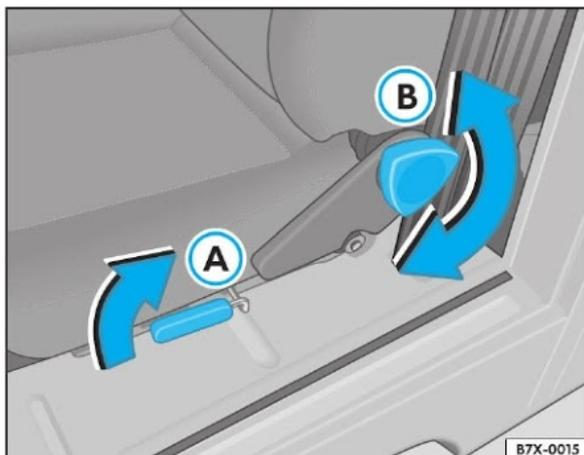

Fig. 46 Elementos para a regulagem do banco dianteiro
- Levante a alavanca ⇒ fig. 46 **A** e faça deslizar o banco para a frente ou para trás.
- Alivie a pressão do corpo sobre o encosto e gire o botão de comando ⇒ fig. 46 **B** ⇒ .